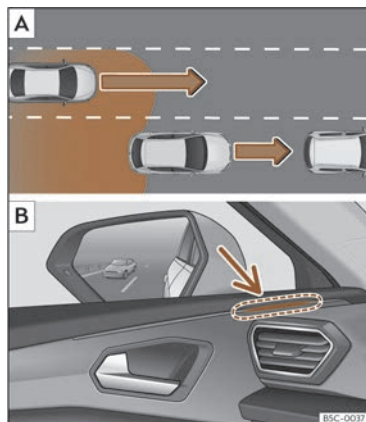
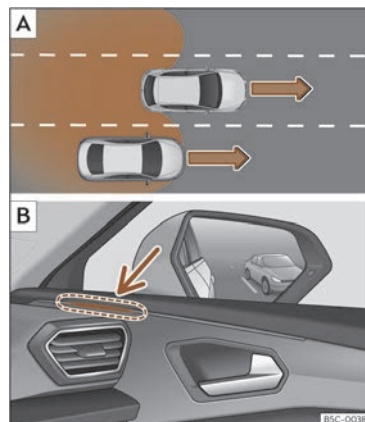

Fig. 143 Representació esquemàtica: **A** Avançament amb trànsit a la part posterior. **B** Indicació de l'assistent de canvi de carril al costat esquerre.
Fig. 144 Representació esquemàtica: **A** Avançament al carril central i incorporació posterior al carril dret. **B** Indicació de l'assistent de canvi al costat dret.
En les situacions següents es mostra una indicació a l'indicador de control >>> **fig. 143 B** (fletxa) o >>> **fig. 144 B** (fletxa):
- Quan s'és avançat per un altre vehicle >>> **fig. 143 A**.
- Quan s'avança un altre vehicle >>> **fig. 144 A** amb una diferència de velocitat d'aprox. 10 km/h (6 mph). Si l'avançament és considerablement més ràpid, no es mostra cap indicació.